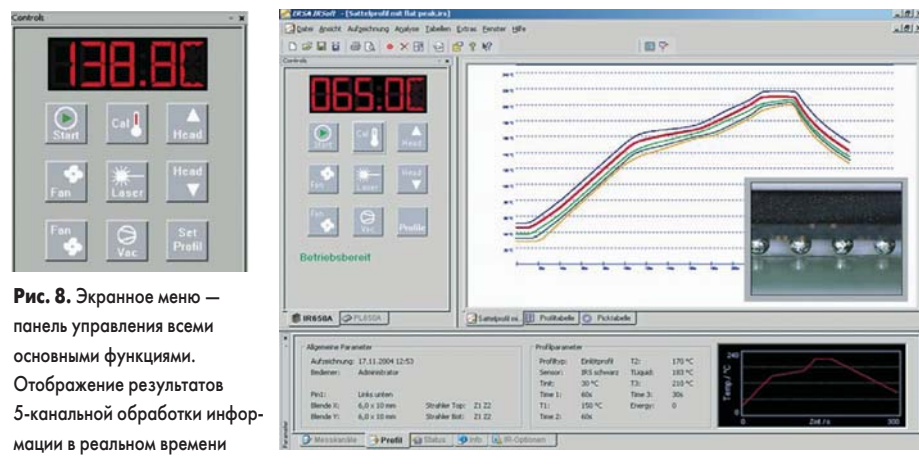

Рис. 8. Экранное меню — панель управления всеми основными функциями. Отображение результатов 5-канальной обработки информации в реальном времени
- визуальное отображение процессов PL и RPC в программном окне (рис. 8);